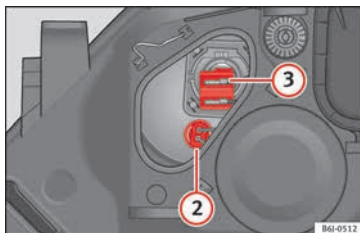

Abb. 98 Standlicht und Fernlicht
- Ziehen Sie den Stecker **»» Abb. 98 2** nach außen ab.
- Ziehen Sie den Stecker **»» Abb. 98 3** nach außen ab.